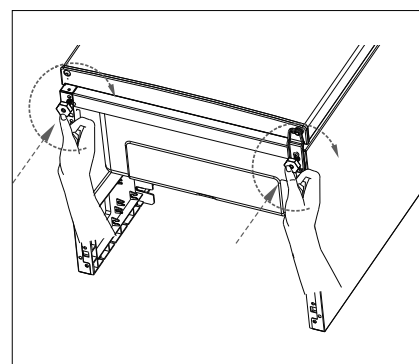

Fig. 13
- ▶ Enrosque ambas patas del aparato (7) girándolas en el sentido de las agujas del reloj (fig. 13).